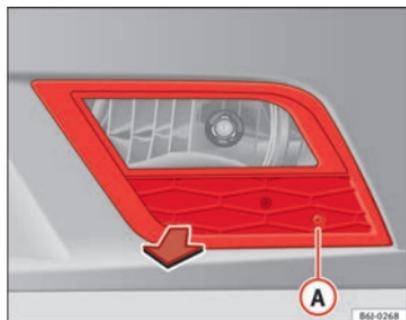

Fig. 159 Projecteur antibrouillard
- Retirez la vis ⇒ fig. 159 **A** de la grille du projecteur antibrouillard à l'aide d'un tournevis.